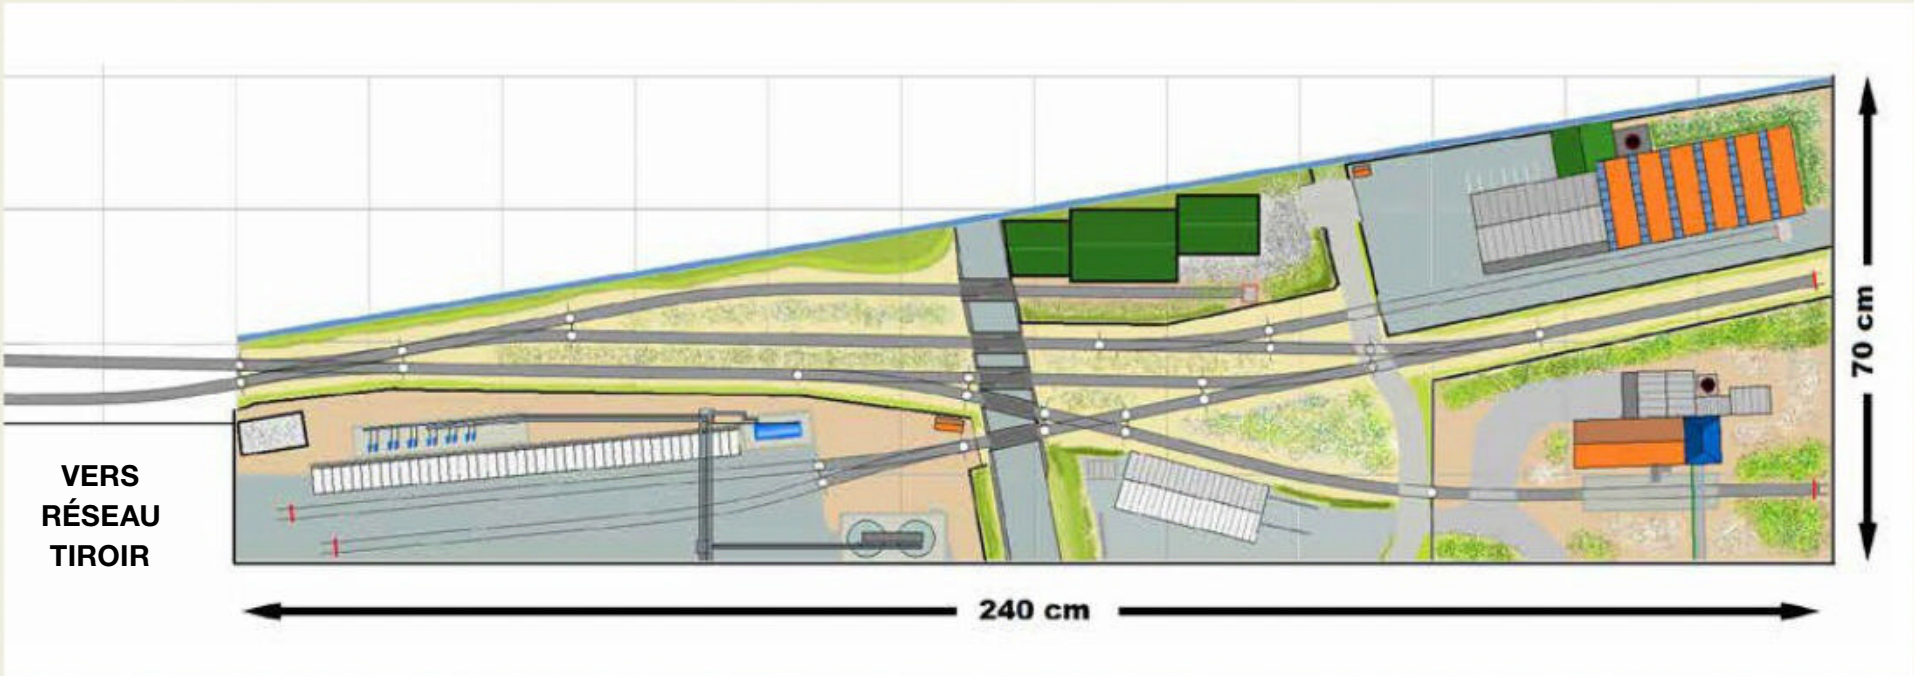

FIGURE 1 : PLAN DU RÉSEAU DISPOSÉ EN ÉTAGÈRE
La zone s'inscrit dans une sorte de triangle de 240 cm de longueur (figure 1). Les deux voies qui traversent la zone sont affectées à la réception et au départ des rames, et servent aux manoeuvres. Sur celles-ci, quatre entreprises se sont reliées au rail, formant ainsi autant d'embranchements de particuliers (EP). J'imagine, au premier plan à droite, l'extrémité d'une laiterie dont on ne voit qu'un seul bâtiment. À sa gauche, la zone de réception des wagons d'une entreprise chimique, là aussi, seule zone visible de ce vaste établissement. Derrière, à gauche, un entrepôt ; à droite, une usine. Ce ne sont que des exemples, libre à chacun d'inventer d'autres activités. Au premier plan, j'installe également une ferronnerie/métallerie, non reliée au rail, mais qui a toute sa place dans une zone industrielle. Pour créer un peu de relief négatif dans cet espace plutôt plat, j'imagine une route qui traverse la zone en passant sous les voies. Elle va donner une ligne de force et séparer visuellement en deux la zone, qui devrait, du coup, sembler plus grande, les voies servant de lien et de continuité visuelle au thème. Elle permet surtout de faire un joli point de vue en